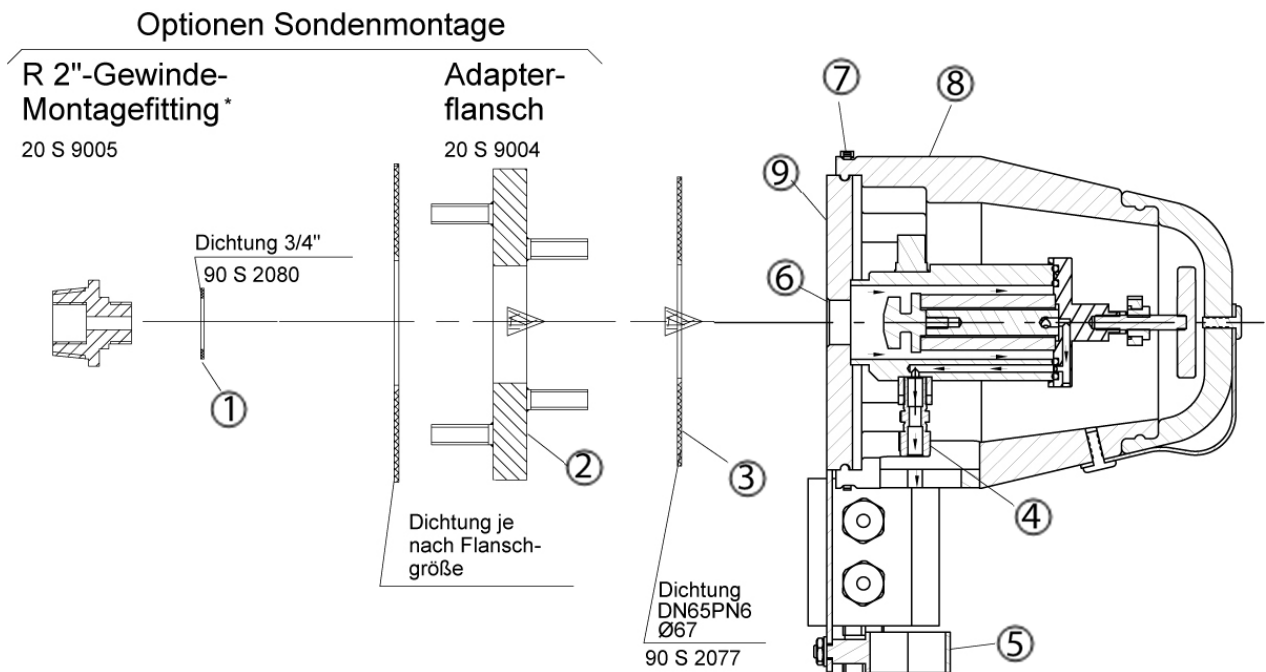

Abbildung 2 Sondenmontage SP180-H-EX1 T*
Die M&C Sonde SP180-H-EX1 T* ist für den stationären Einsatz konzipiert und garantiert bei fachgerechter Auswahl und Montage eine lange Funktionsfähigkeit und ein Minimum an Wartung. Die optimale Betriebseinbaulage ist horizontal mit ca. 10° Neigung zum Prozess. Für die folgende Beschreibung siehe auch Abbildung 2.
- Das gelieferte Entnahmerohr in das 3/4"-Innengewinde ⑥ im Flansch der Sonde mit der 3/4"-Flachdichtung ① einschrauben und festziehen.
- Zur Montage der SP180-H-EX1 T* am Entnahmeflansch ist die Metallschelle ⑦ über der Isolierhaube ⑧ zu lösen und die Isolierhaube abzunehmen.
- Entspricht der Entnahmestutzen nicht dem Standard-Flanschanschluss DN65 PN6, so ist der optional mitgelieferte Adapterflansch ② an der Sonde zu montieren (siehe Abbildung 2). Vorher die Flanschdichtung ③ zwischen beide Flansche legen.
- Wird das beheizte Entnahmerohr Typ SP30/35 verwendet, ist die Sonde ebenso mit dessen Flansch (mit eingeschweißten Gewindebolzen) zu verschrauben. Vorher die Flanschdichtung ③ zwischen beide Flansche legen.
- Flanschdichtung ③ am Entnahmestutzen anlegen.
- Nach der Montage der Sonde am Entnahmeflansch die Isolierhaube ⑧ wieder über den Sondenflansch stülpen und mit der Metallschelle ⑦ sichern.